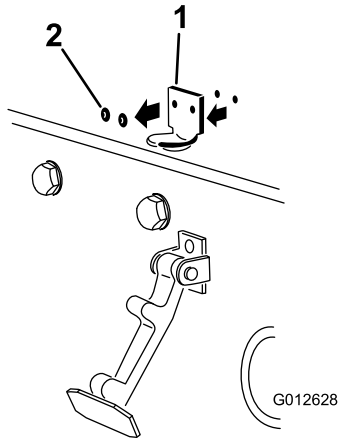

Bild 3
2. Entfernen Sie die zwei Niete, mit denen die Halterung des Motorhaubenriegels an der Motorhaube befestigt ist (Bild 3). Nehmen Sie die Halterung des Motorhaubenriegels von der Motorhaube ab.